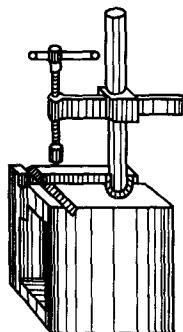

图 2-19 方箱
(4) 方箱 方箱(图 2-19)一般是由灰铸铁经精刨、刮研而成的空心立方体，有 $100\text{mm} \times 100\text{mm}$ 、 $200\text{mm} \times 200\text{mm}$ 等多种规格。方箱各表面有很高的加工精度，一般应达到在任一 $25\text{mm} \times 25\text{mm}$ 范围内的接触点 $\geq 25$ 点，平面度 $<0.005\text{mm}$ ，相邻各面的垂直度 $<0.01\text{mm}$ ，相对各面的平行度 $<0.005\text{mm}$ 。